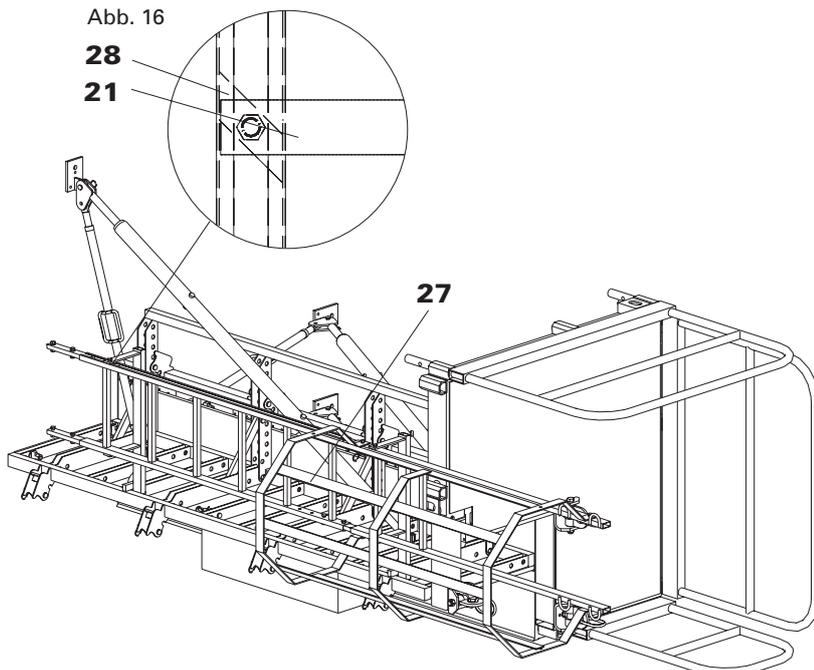

Abb. 17
4. Rückenschutz 150 **27** mit Klemmplatten an Ausstiegsleiter 180/2 und Leiter 180/6 „leiterstoß-übergreifend“ befestigen, SW 19. Abb.17